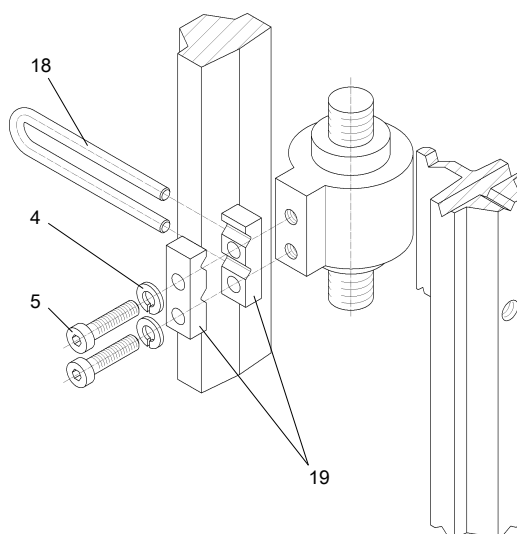
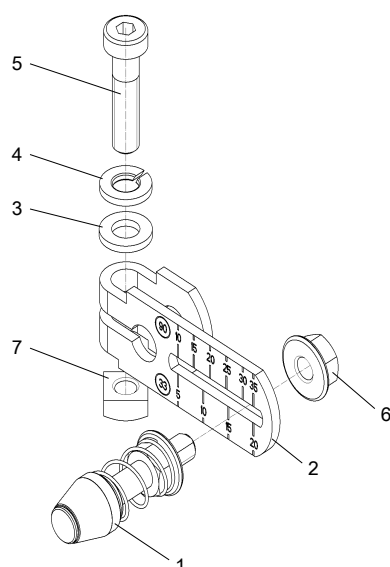
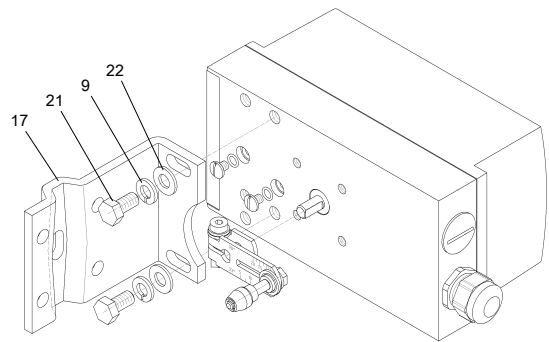

Abb. 14: Montage Hubabgriff an Antriebsspindel
Abb. 15: Hebel montiert
Abb. 16: Montage NAMUR-Anbauwinkel
1. Abb. 14: Klemmstücke (19) mit Zylinderschrauben (5) und Federringen (4) an der Antriebsspindel montieren.
2. Abgriffbügel (2) in die Ausfräsungen der Klemmstücke schieben. Benötigte Länge einstellen und Schrauben so festziehen, dass der Abgriffbügel noch verschiebbar ist.
3. Abb. 15: Am vormontierten Hebel (2) den Stift (1) auf den am Antrieb angegebene Wert des Hubbereiches oder, wenn dieser nicht als Skalierungswert vorhanden ist, den nächst größeren Skalierungswert einstellen. Bei Unsicherheit bezüglich des tatsächlichen Antriebshubes (pneumatische Stellantriebe verfügen häufig über eine Stellwegreserve) sollte grundsätzlich der nächst größere Skalierungswert gewählt werden. Die Stiftmitte muss auf dem Skalierungsstrich auf dem Hebel (2) stehen. Der gleiche Wert kann später bei der Inbetriebnahme unter Parameter "3.YWAY" eingestellt werden, um nach der Initialisierung den Stellweg in mm anzuzeigen.
4. Hebel (2) bis zum Anschlag auf Stellungsreglerachse schieben und mit Zylinderschraube (5) fixieren.
5. Abb. 16: Anbauwinkel (17) mit zwei Sechskantschrauben (21), Federringen (9) und U-Scheiben (22) auf der Rückseite des Stellungsreglers montieren. Die Wahl der Lochreihe hängt von der Laternenbreite des Antriebes ab. Dabei soll die Rolle möglichst nahe an der Spindel in den Abgriffbügel (18) eingreifen, darf aber nicht die Klemmstücke (19) berühren.